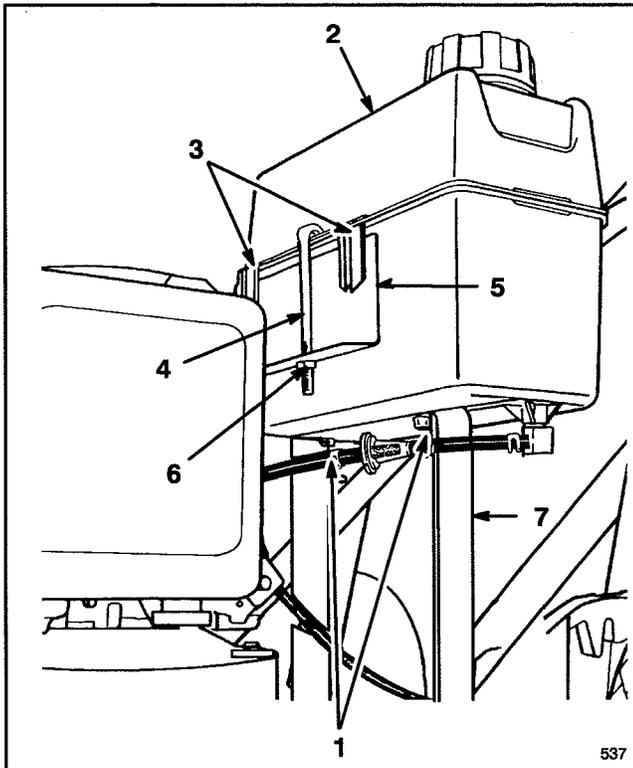

Figure 2
2. Accrocher les pattes en plastique de l'avant du réservoir sur le support avant du réservoir (Fig. 2).
3. Fixer le réservoir d'essence au support inférieur à l'aide des 2 vis auto-taraudeuses (Fig. 2). Ne pas serrer les vis excessivement.
4. Accrocher la tige de fixation du réservoir à l'avant du réservoir et insérer l'autre extrémité de la tige dans le trou du support avant du réservoir. Fixer la tige au support à l'aide du contre-écrou (Fig. 2). Ne pas serrer excessivement le contre-écrou.